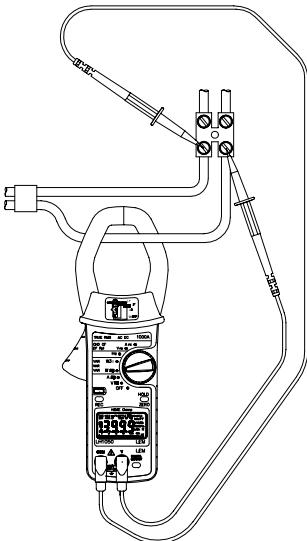

Fig. 4
- Premere la leva di disimpegno per aprire le ganasce e serrarle sul conduttore sotto corrente, come mostrato nella fig. 4.
- Quando è configurato per misurare la potenza (fig. 4) con i cavi della tensione collegati e le ganasce di misura della corrente serrate intorno al conduttore, lo strumento visualizza la frequenza della fonte di corrente (a condizione che ARMS > 1A). Se ARMS < 1A, viene effettuata una misura della frequenza in volt (a condizione che VRMS > 10V), altrimenti viene visualizzato ---,-.